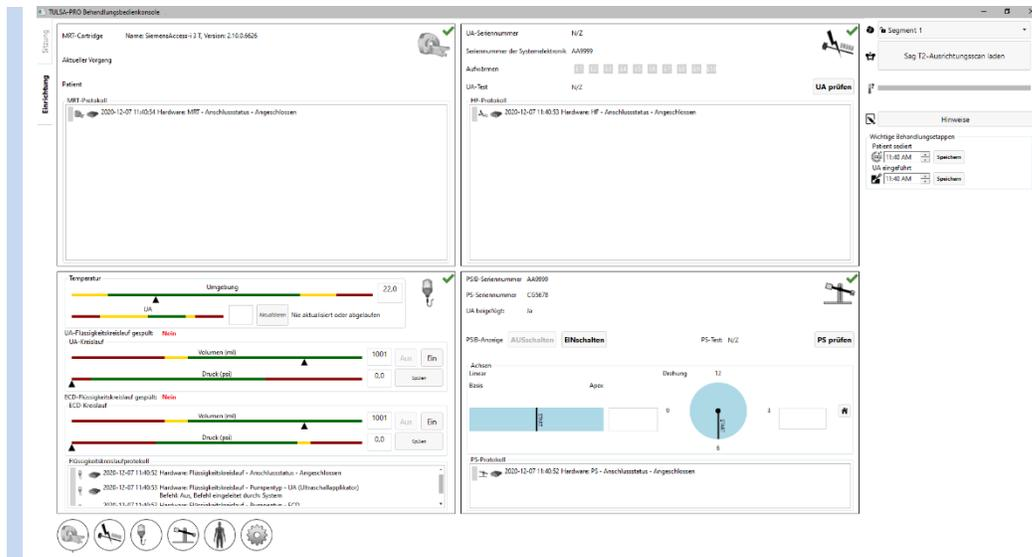
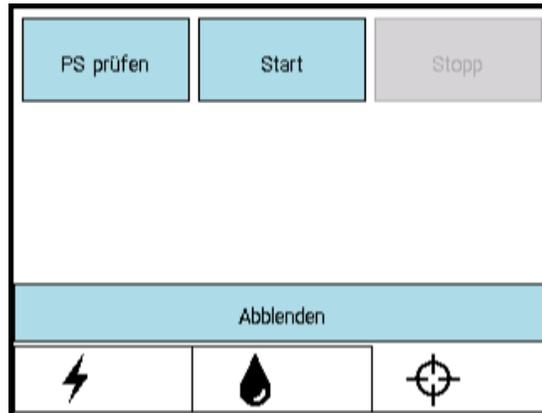
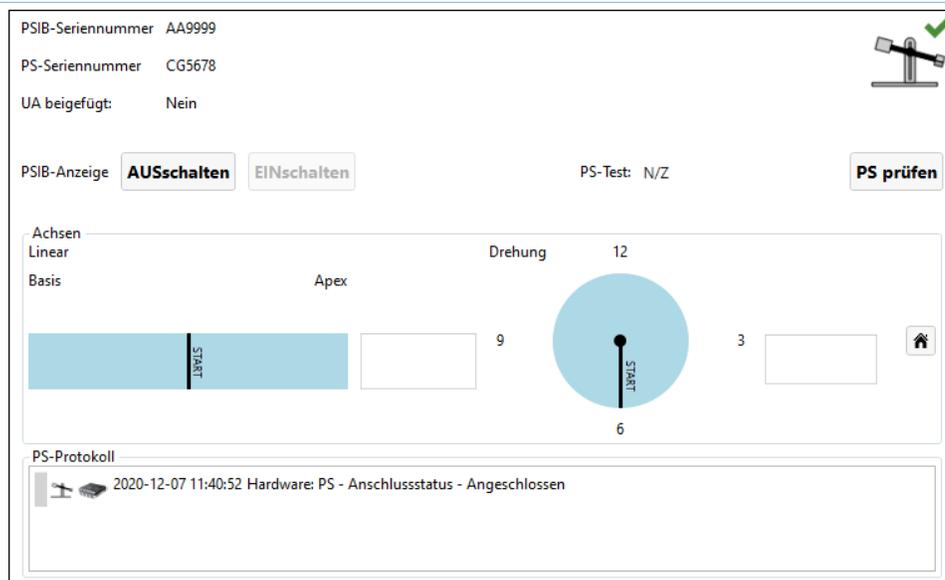

Abbildung 24: Arbeitsbereich „Einrichtung“ der TDC-Software
Abbildung 39: PSIB-Anzeige – Registerkarte „PS“
Abbildung 40: PS-Informationsbox im Arbeitsbereich „Einrichtung“
2. Nach Auswahl von **Neue Sitzung** gelangen Sie in den Arbeitsbereich **Einrichtung** (Abbildung 24), in dem Sie vor dem Fortfahren kontrollieren können, ob alle Geräte ordnungsgemäß funktionieren.
Klicken Sie in der PSIB-Anzeige auf **PS prüfen** (Abbildung 39). (Dies kann auch über den Arbeitsbereich TDC *Einrichtung* (Abbildung 24) in der PS-Informationsbox im rechten unteren Quadranten erfolgen Abbildung 40.)